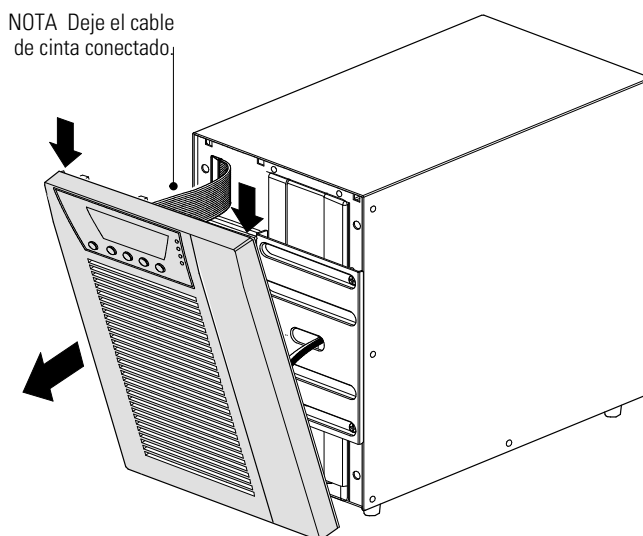

Figura 14. Retirar la tapa frontal de la SAI
1. Retire la cubierta frontal del SAI (consulte Figura 14).